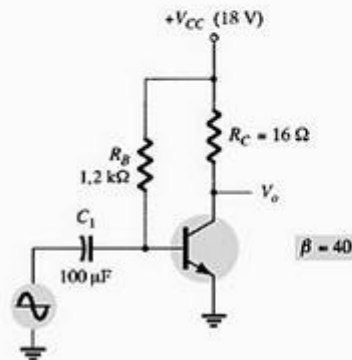

Figura 15.35 Problemas 1 a 4 e 26.
1. Calcule a potência de entrada e saída para o circuito da Figura 15.35. O sinal de entrada resulta em uma corrente de base de 5 mA rms.
2. Calcule a potência de entrada dissipada pelo circuito da Figura 15.35 se R_B for mudado para 1,5 kΩ.
3. Que potência máxima de saída pode ser liberada pelo circuito da Figura 15.35 se R_B for mudado para 1,5 kΩ?
4. Se o circuito da Figura 15.35 for polarizado em sua tensão central e em seu ponto de operação do coletor também no centro, qual é a potência de entrada para uma potência máxima de saída de 1,5 W?
- * 26. Utilize o Design Center para desenhar o esquema da Figura 15.35, com $V_i = 9,1$ mV.